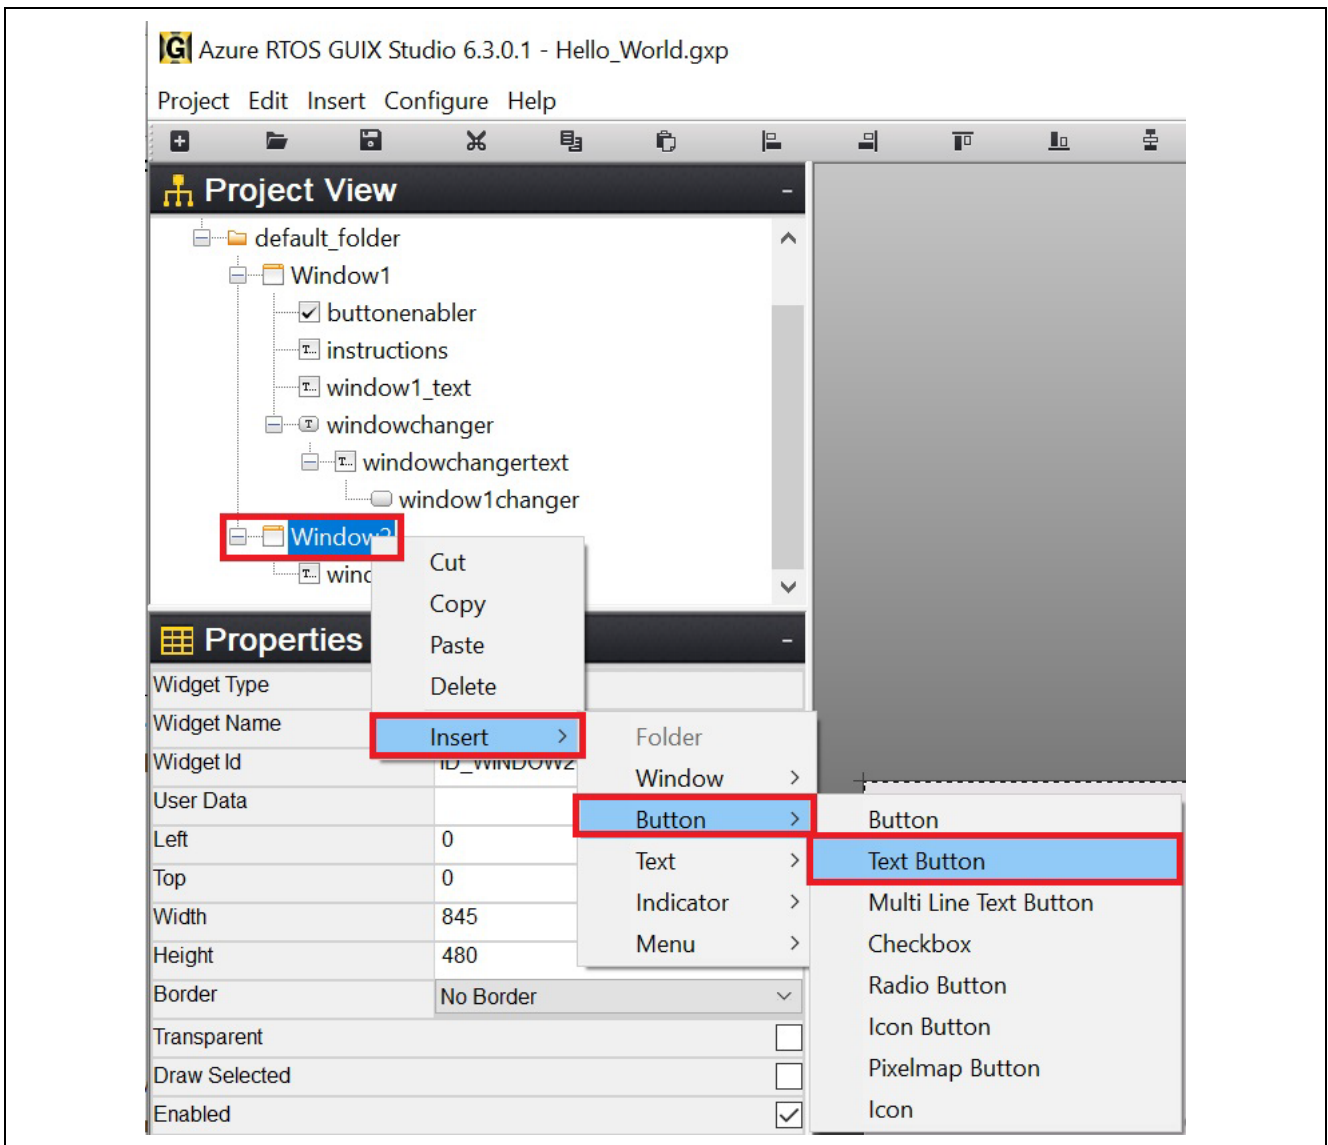

図 66. Window2のText Buttonの挿入
27. 図 66 のように、Window2 を右クリックし、**text_button** を挿入します。**Insert > Button > Text Button** をクリックします。